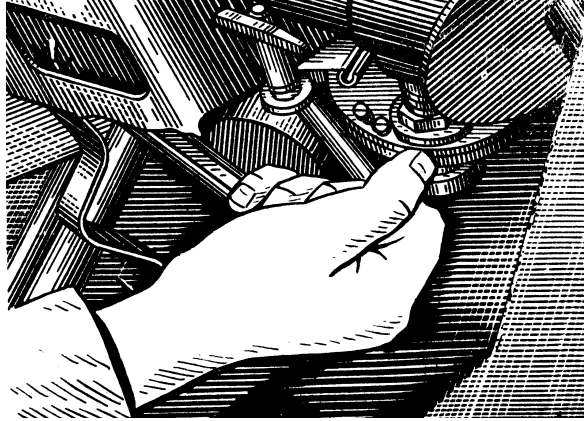

Рис. 34. Виведення рукоятки перезаряджання гармати 2А42 зі зачеплення з затильником
- встановлює затворну раму гармати 2А42 на шептало, для чого піднімає спарену установку вгору кут на підвищення 35°, відкриває кришку-вантаж виводить рукоятку перезаряджання із зачеплення з затильником (рис. 34), прокачуючи рукоятку відводить затворну раму до упору назад і встановлює запобіжник у положення «ПР»;